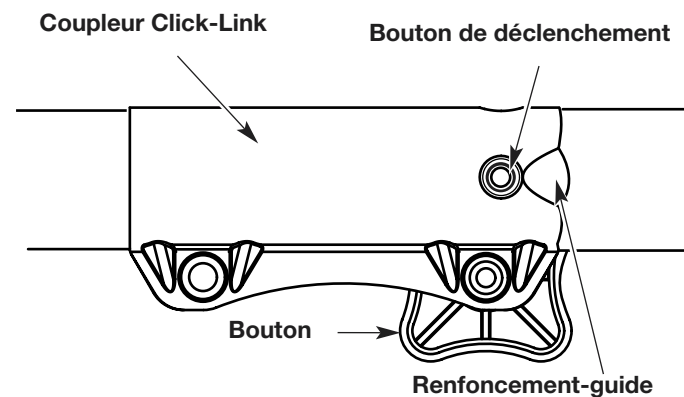

Fig. 8
1. Dévissez le bouton vers la gauche (Fig. 8).
2. Appuyez sur le bouton de déclenchement et maintenez-le enfoncé (Fig. 8).
NOTE : Alignez le bouton de déclenchement avec le renforcement-guide pour faciliter l'installation (Fig. 8).